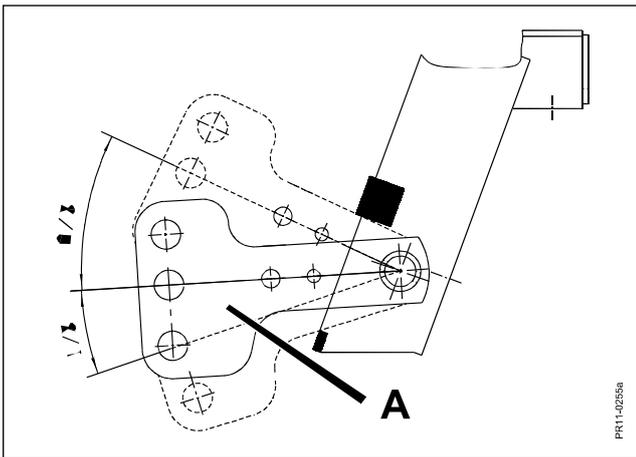

Fig. 2-3
- Fig. 2-3** c) Die Fähigkeit der optimalen Boden Anpassung ist erreicht, wenn die Kippvorrichtung **A** sich $1/3$ nach unten und $2/3$ nach oben bewegen kann.